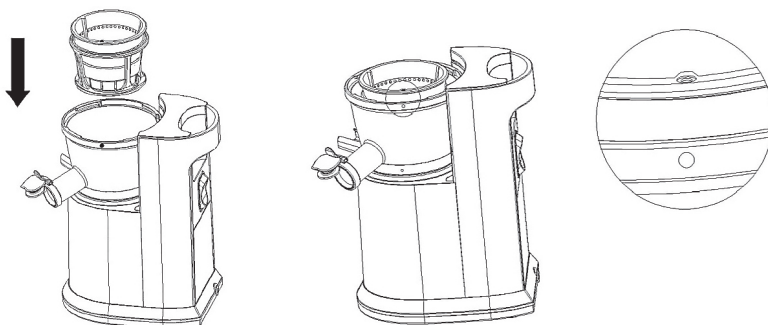

Рис. 2
2. Установить фильтр в обратную корзину в чаше. (Рисунок 2)